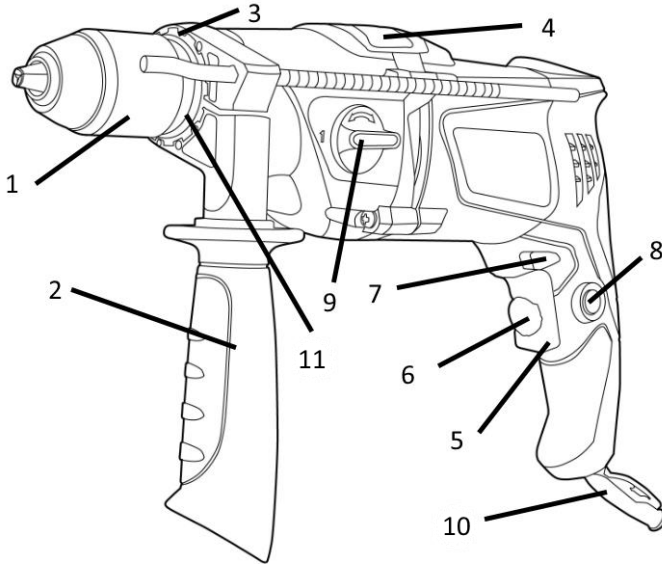

Рисунок 1
Виріб має два режими свердління: ударно-обертальний і обертальний. Перемикання режимів роботи виробу здійснюється переведенням перемикача (4) (див. рис.1) У крайні позиції до відповідного символу режиму роботи:
- ударно-обертальний режим - перемикач (4) повинен бути переведеним до упору у бік символу **T**;
- обертальний режим - перемикач (4) повинен бути переведеним до упору у бік символу **Q**.
4.2 Виберіть необхідний режим роботи виробу за допомогою перемикача (4) (див. рисунок 1). Перемикання режимів роботи виробу здійснюється переведенням перемикача (4) з одного крайнього положення в інше, в бік відповідного символу режиму роботи:
- обертальний режим - перемикач (4) повинен бути переведеним до упору у бік символу **2**.